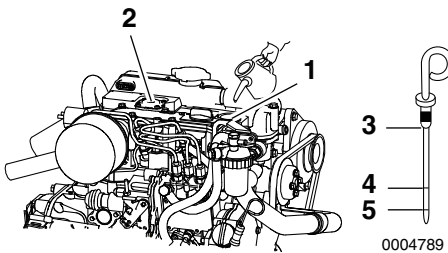

Abbildung 6
2. Peilstab herausnehmen (**Abbildung 6, (3)**) und mit einem sauberen Tuch abwischen.
4. Peilstab herausziehen. Der Ölstand sollte zwischen oberer (**Abbildung 6, (4)**) und unterer (**Abbildung 6, (5)**) Markierung des Peilstabs liegen.
1. Nehmen Sie den gelben Ölfüllstutzendeckel vom Füllstutzen (**Abbildung 6, (1)**) auf der Abdeckung des Kipphebels (**Abbildung 6, (1)**) ab und füllen Sie Motoröl ein.
2. Füllen Sie Motoröl bis zur oberen Markierung (**Abbildung 6, (4)**) am Peilstab ein (**Abbildung 6, (3)**).